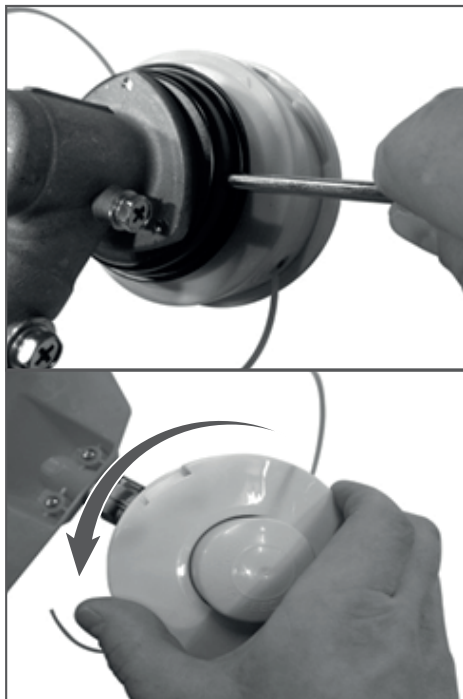

Рис. 5 Установка триммерной головки
4. Наденьте триммерную головку на выходной вал и закрутите ее против часовой стрелки, как показано на Рис. 5